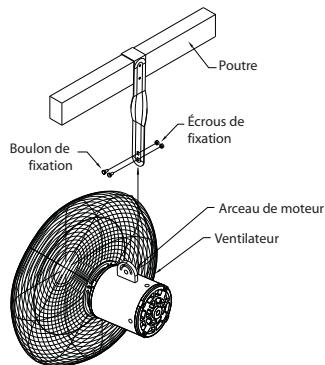

Figure 6 — Pose du support de suspension
- Repérer la solive de plafond la plus proche de l'emplacement de pose souhaité. Le support de suspension est conçu pour s'adapter sur le bois d'œuvre standard de 2 pouces de large et peut s'accrocher à toute poutre horizontale de 2 x 3 pouces ou plus. (Voir Figure 6)